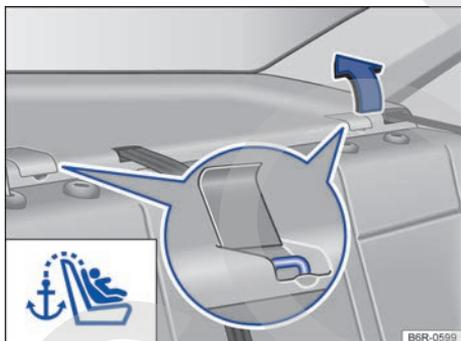

Fig. 28 En la bandeja situada detrás del asiento trasero: argollas de sujeción para el cinturón Top Tether.
- *En vehículos con las argollas de sujeción en la bandeja situada detrás del asiento trasero:* levante la tapa situada en la bandeja que hay detrás del asiento trasero → fig. 28.
- *En vehículos con las argollas de sujeción en la bandeja situada detrás del asiento trasero:* enganche el cinturón de fijación superior en la argolla de sujeción correspondiente, marcada como Top Tether, situada en la bandeja existente detrás del asiento trasero → fig. 28.